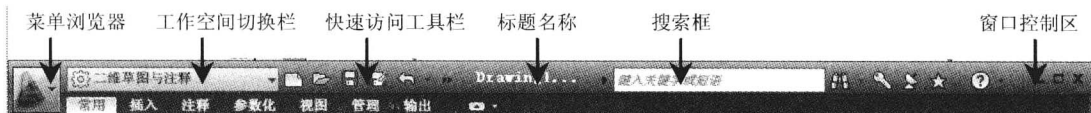

图 1-6 标题栏
- ☑ 标题栏: 在窗口的最上侧是 AutoCAD 的标题栏, 从左至右依次为菜单浏览器、工作空间切换栏、快速访问工具栏、标题名称、搜索框、窗口控制区, 如图 1-6 所示。